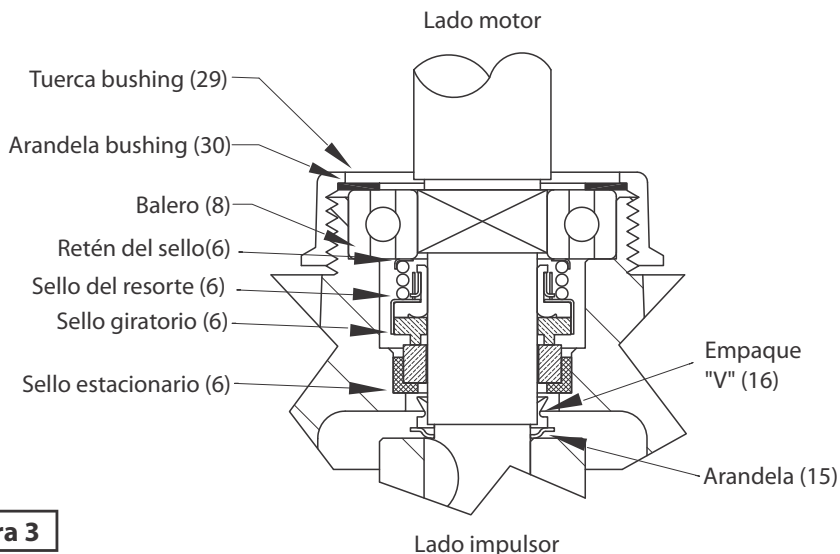

Figura 3
13. Desenrosque la tuerca bushing (29) de la placa de sello (3) y levante el rotor del motor, la flecha, balero (8), miembro rotatorio del sello (6), la arandela (30) y la tuerca bushing (29) de la placa de sello (3). Vea la figura 3.
14. Retire el conjunto de sello mecánico (6) de la flecha. Examine todas las partes del sello, si las caras del sello muestran signos de desgaste, patrón de desgaste irregular, astillas o arañosos, reemplace el sello entero. **No intercambie componentes del sello, reemplace todo el sello de la flecha (6).**